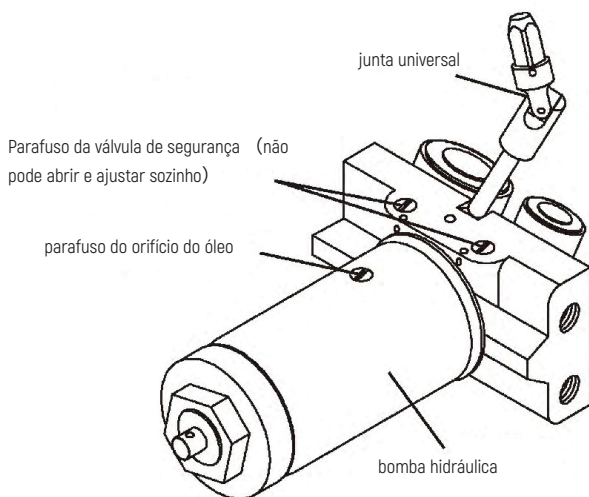

Figura 2
- 1) Solte o parafuso do orifício do óleo, mas não remova o parafuso (consulte a Figura 2) .
- 5) Aperte o parafuso do orifício de óleo (veja a Figura 2) .
- 1) Remova o parafuso do orifício de óleo (veja a Figura 2) .
- 2) Alinhe o orifício do óleo e encha lentamente o óleo hidráulico qualificado (consulte a Figura 2) até que esteja a 0,6 cm de distância do orifício do óleo (Nota: não pressione a alça durante o enchimento de óleo) .